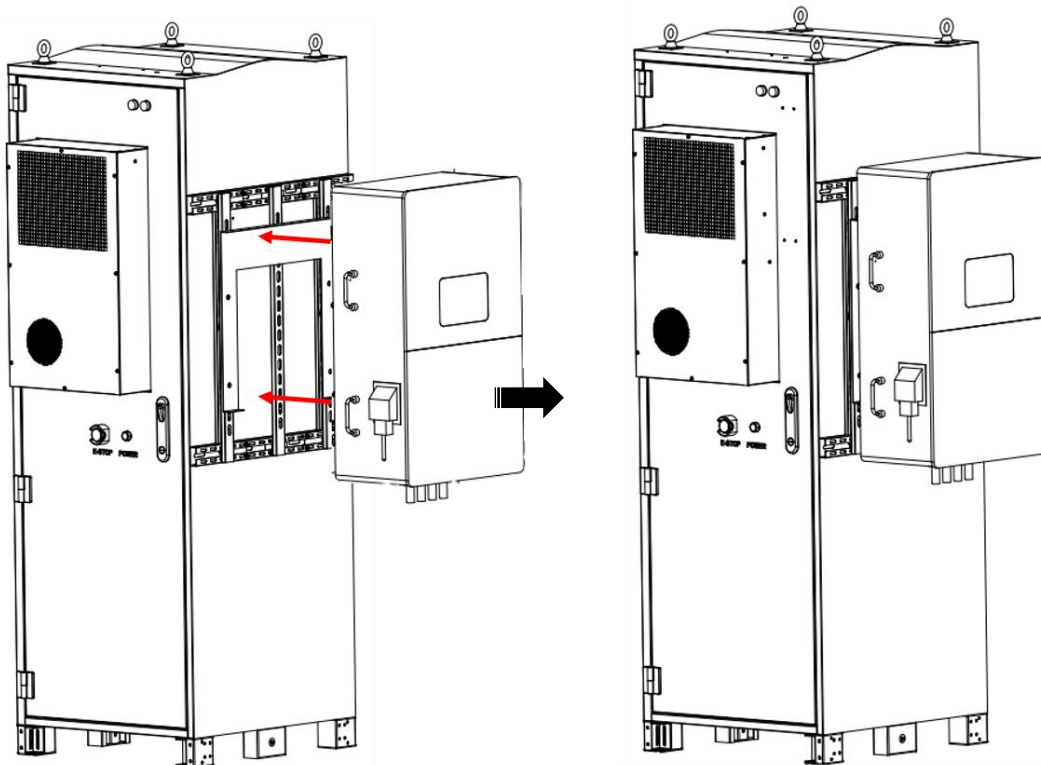

Abbildung 3.2.13
(1) Nehmen Sie die Wechselrichter-Montagehalterung und verwenden Sie 4 Stück M8- (5007010037321) oder M10-Schrauben (5007010046191), um die Wechselrichter-Halterung an der Schrankhalterung zu befestigen. Für die Montage verschiedener Wechselrichter-Halterungen werden unterschiedliche Schraubengrößen verwendet. Bei Verwendung von M10-Schrauben bitte zusammen mit M10-Federscheiben (5007020000991) und Unterlegscheiben (5007030001251) verwenden.
(2) Befestigen Sie den Wechselrichter an der Halterung und sichern Sie ihn gemäß der Bedienungsanleitung des Wechselrichters (Abb. 3.2.13).